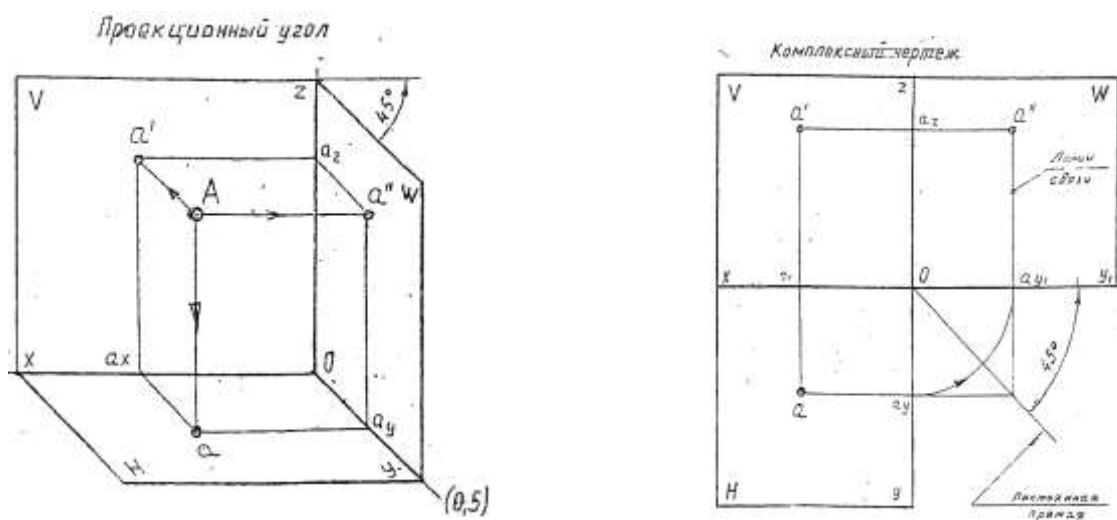

Рисунок 13 - Проекция точки
Комплексный чертёж, или эпюр Монжа (рис.13) - это чертёж, полученный прямоугольным проецированием точек или предмета на несколько взаимно перпендикулярных плоскостей проекций, а затем совмещением плоскостей проекции с одной плоскостью.
3. В конспекте начертить три плоскости проекции, как показано на рис. 13.